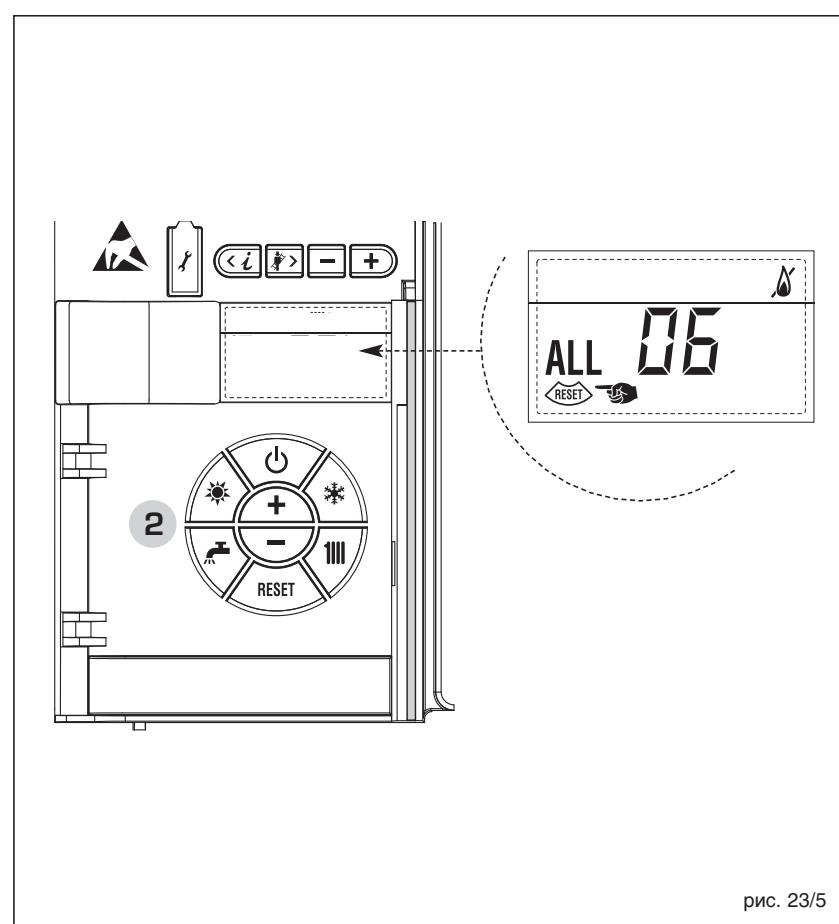

рис. 23/5
- НЕПОЛАДКА ПРЕДОХРАНИТЕЛЬНОГО ОГРАНИЧИТЕЛЬНОГО ТЕРМОСТАТА, "ТРЕВ. 07" (рис. 23/6)